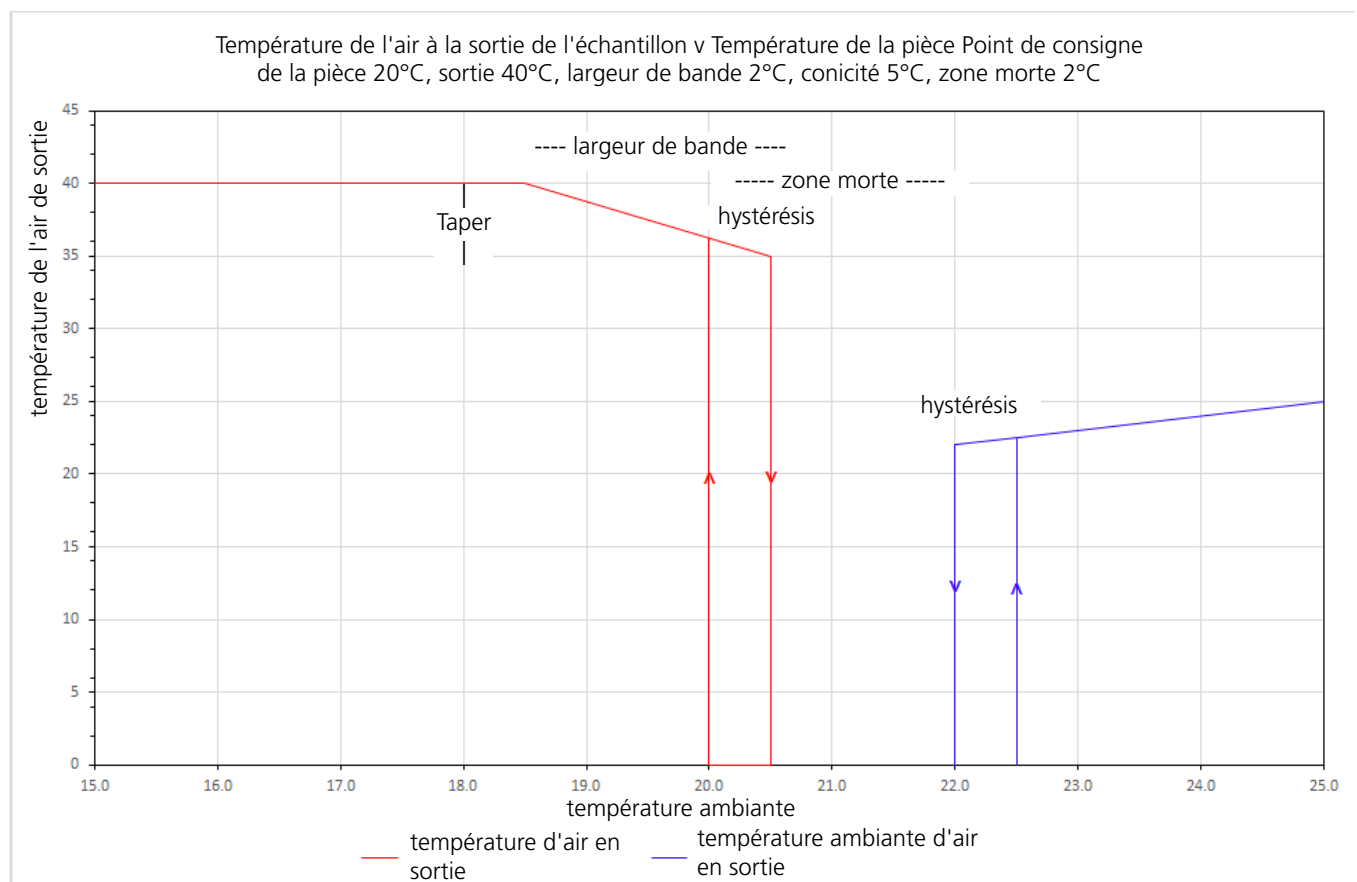

Figure 1
- Régler la largeur de bande, sur l'ensemble du système, plage de 2 ~ 10°C, par défaut 2°C. Voir figure 1. Régler de la bande passante, plage 2 ~ 20°C, par défaut 5°C. Régler la bande morte, sur l'ensemble du système, plage 2 ~ 10°C, par défaut 2°C.